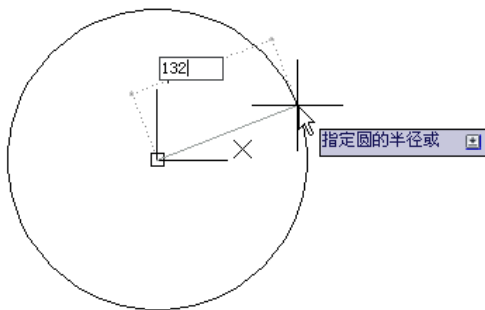

图 1-56 在工具提示中输入圆半径
- 3) 在工具提示中输入圆半径为 132,如图 1-56 所示,然后按〈Enter〉键,完成该圆的创建。